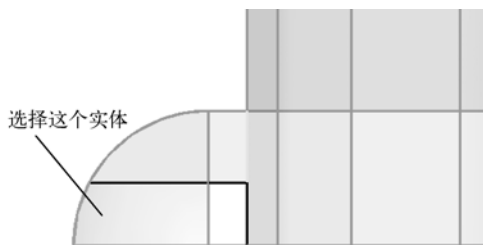

图 5-6 选择实体 1
- (4) 单击鼠标中键，分割实体。
- (5) 选择分割后实体的下半部分，如图 5-6 所示。